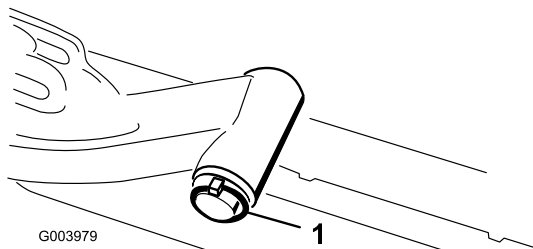

Рисунок 8
A. Снимите шплинт и шайбу, которые крепят вал оси поворота подъемного рычага к подъемному рычагу, и снимите вал оси поворота с подъемного рычага (Рисунок 8).
C. Вставьте вал подъемного рычага в подъемный рычаг и зафиксируйте шайбой и шплинтом (Рисунок 8).